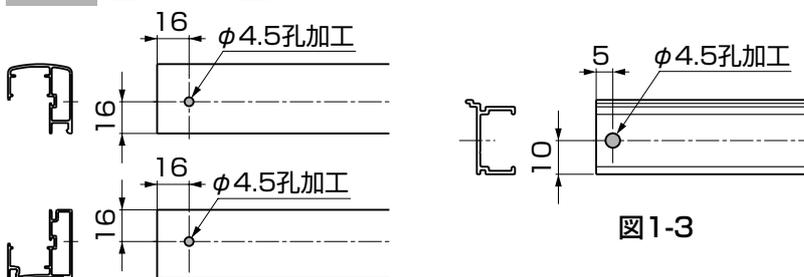

図1-2
①切断した上棧、下棧、上枠、下枠にφ4.5の孔をあけてください。(図1-2、図1-3参照)